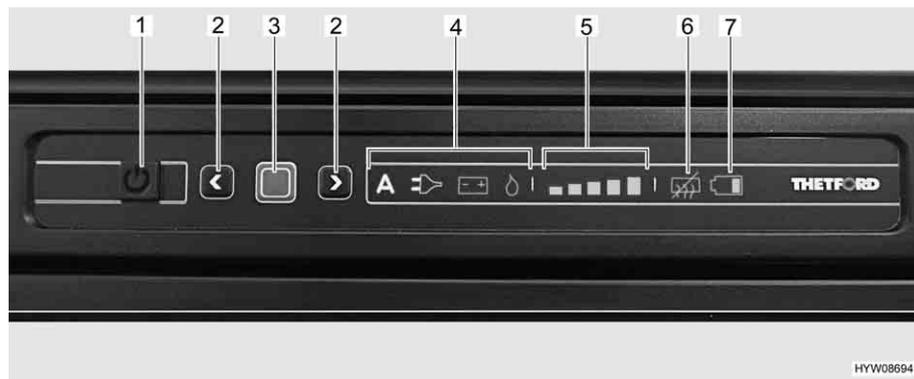

Fig. 222 Quadro comandi LED (frigorifero Thetford)
- Premere il tasto On/Off (Fig. 222,1) per 1 secondo. Il tasto si illumina di verde. Dopo circa 10 secondi, l'indicatore viene attenuato per risparmiare energia.
- Premere il tasto di conferma (Fig. 222,3). Viene visualizzata l'ultima modalità di funzionamento selezionata.
- Premere il tasto di conferma (Fig. 222,3) per circa 2 secondi. I simboli della modalità di funzionamento lampeggiano.
- Selezione manuale dell'energia: Selezionare le fonti di energia desiderate con i tasti freccia (Fig. 222,2).
- Sistema automatico di selezione di energia (solo per modelli con selezione automatica dell'energia): Selezionare la modalità di funzionamento "A" con i tasti freccia (Fig. 222,2).
- Confermare la scelta con il tasto di conferma (Fig. 222,3).
- Premere nuovamente il tasto di conferma (Fig. 222,3). L'indicatore del livello di refrigerazione (Fig. 222,5) lampeggia.
- Per modificare l'impostazione, premere i tasti freccia (Fig. 222,2) fino a visualizzare l'impostazione desiderata.
- Premere il tasto On/Off (Fig. 222,1) per circa 2 secondi. Tutte le spie si spengono. Il frigorifero è spento.
Dopo l'accensione il frigorifero seleziona automaticamente la regolazione del termostato selezionata per ultima. Questa impostazione può essere modificata manualmente con i tasti freccia (Fig. 222,2). Ci vogliono alcune ore prima che il frigorifero raggiunga la temperatura normale di esercizio. Quando si commuta a un'altra modalità di funzionamento, la regolazione sul termostato viene mantenuta.